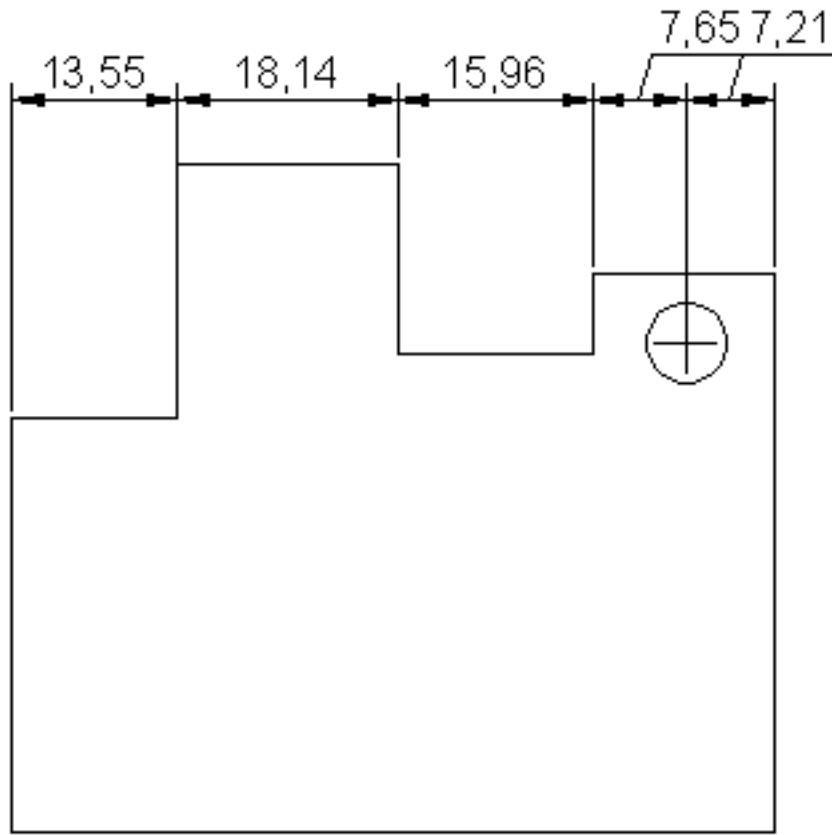

Рис. 5.16. Продленный размер
4. Разместите размеры так, как показано на рис. 5.16. Нажмите клавишу Esc для того, чтобы закончить выполнение команды DIMCONTINUE.